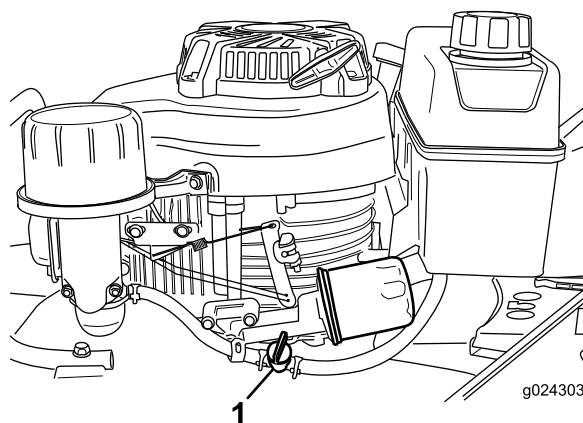

Figure 13
2. Ouvrez le robinet d'arrivée de carburant (Figure 13).